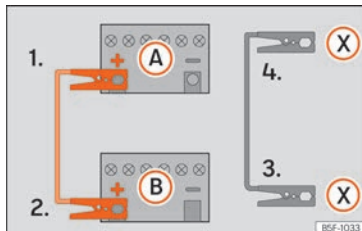

Abb. 55 Anschlussschema für Fahrzeuge mit Start-Stopp-System.
- 4b. Bei Fahrzeugen mit Start-Stopp-System: ein Ende des schwarzen Starthilfekabels (X) an einen geeigneten Masseanschluss, ein massives, fest mit dem Motorblock verschraubtes Metallteil oder an den Motorblock selbst anklammern » » **Abb. 55**.
5. Klemmen Sie das andere Ende des schwarzen Starthilfekabels (X) im Fahrzeug mit der entladenen Batterie an ein mit dem Motorblock verschraubtes, massives Metallteil oder an den Motorblock selbst, aber so weit wie möglich von der Batterie (A) entfernt an.